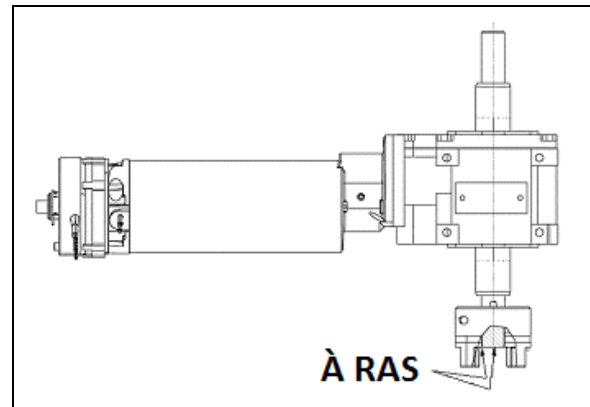

FIGURE 21: POSITION DU MOYEU SUR L'ARBRE 26047
6. Installer le moyeu sur l'un des arbres du réducteur de vitesse (côté opposé aux boulons de montage du réducteur de vitesse) à ras avec l'extrémité d'arbre (Figure 21) et appliquer le couple suivant à la vis de serrage.
7. Poser le second moyeu sur l'arbre du réducteur de vitesse. Placer les moyeux de manière à ce qu'ils soient à ras avec l'extrémité des arbres (Figure 21).